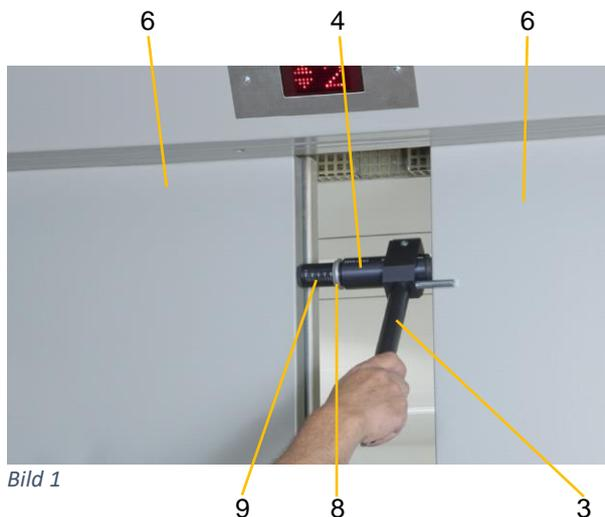

Bild 1
- C** Messgerät (4), - *allein oder wie gezeigt in Halter (3) montiert* - zwischen Türblättern (6) *bei zentral öffnenden Türen (Bild 1) oder zwischen Türblatt (6) und Türrahmen (7) bei einseitig öffnenden Türen (Bild 2)* – positionieren. Türblatt von Hand auf Messgerät (4) fahren.
- E** Die durch den Schleppzeiger (8) angezeigte Kraft in Newton auf der Skala 0-1000 N (9) ablesen.